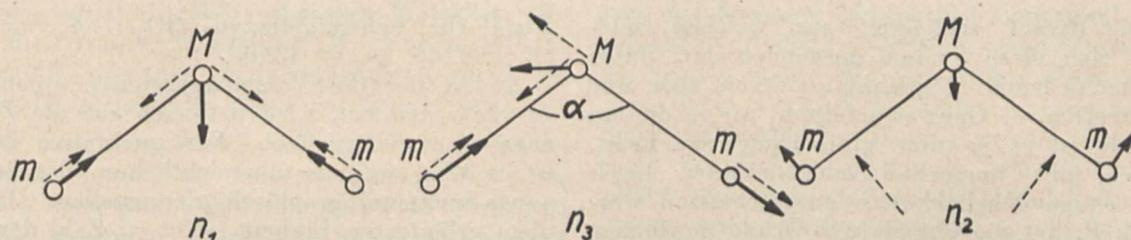

Bild 2. Schwingungsformen eines dreiatomigen gewinkelten Moleküles
1. Man läßt den Winkel ungeändert und behandelt beide Spiralfedern gleichartig; man drückt z. B. die Federn in der Richtung der gestrichelten Pfeile von Bild 2 zusammen. Die Eckatome  $m$ , können die aufgedrückte Bewegung mitmachen; das Zentralatom  $M$  kann jedoch nicht zugleich zwei verschiedene Bewegungen machen und bewegt sich in der Resultierenden, nämlich in der Richtung des ausgezogenen Pfeiles. Läßt man nun das Modell los, so entsteht eine Schwingungsform, von der die ausgezogenen Pfeile ein Viertel der Periode darstellen. Ihr entspricht eine ganz bestimmte, von den Federn, Massen und vom „Valenzwinkel“  $\alpha$  abhängige Frequenz  $n_1$ .
2. Man kann die beiden „Valenzfedern“ ungleichartig behandeln, die eine pressen, die andere gleichzeitig spannen. Während sich im vorigen Fall beide Eckatome dem Mittelatom gleichzeitig näherten und gleichzeitig von ihm entfernten, wird sich bei dieser Art Schwingung wechselweise das eine Eckatom dem Mittelatom nähern, während sich das andere von ihm entfernt. Die gestrichelten Pfeile in der mittleren Figur von Bild 2 deuten diese Anregung an, die ausgezogenen Pfeile stellen wieder eine Viertelperiode der nun eintretenden Schwingungsform dar. Ihr entspricht eine von  $n_1$  verschiedene Frequenz  $n_3$ .